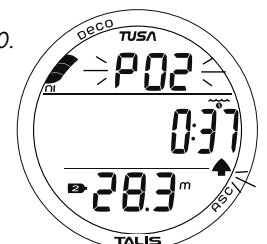
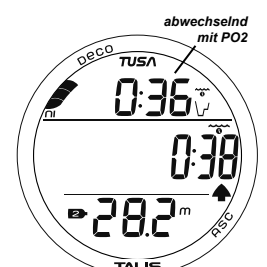

Abb. 71 - ZU HOHER PO2-HAUPTDISPLAY (während akust. Alarm)
Abb. 72 - ZU HOHER PO2-HAUPTDISPLAY (nach akust. Alarm)
- > Die Grafik PO2 und das Pfeil-nach-oben-Symbol blinken im Hauptdisplay (Abb. 71), bis der akustische Alarm quitiert wird, dann erscheinen bei Nullzeit abwechselnd die Grafik PO2 und die NDC-Zeit (Abb. 72) oder TAT bei Deko, bis PO2 wieder auf 0,20 (ATA) unter den Alarmwert gesunken ist.